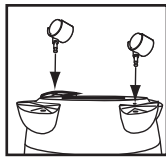

FIGURA 9
7. Inserte las ruedas en las bases colocando el vástago de las ruedas en los orificios provistos. Aplique presión y torsión hasta que las rueditas hayan encajado en su lugar. **FIGURA 9.** Regrese el depósito a su posición vertical.